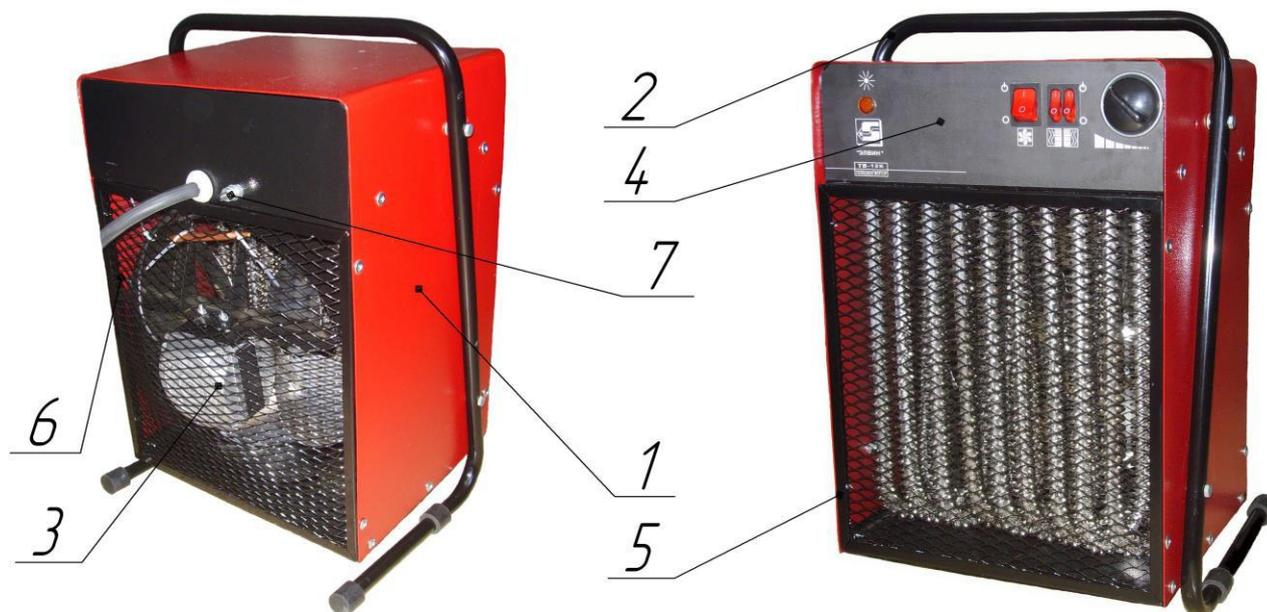

Рис.1. Тепловентилятор
5.1. Несущая конструкция тепловентилятора (см.рис.1) состоит из корпуса (1) и ручки – ножки (2). Двигатель с вентилятором (3) расположен в задней части тепловентилятора. Блок управления смонтирован на основании, расположенном в корпусе. Органы управления вынесены на панель управления (4). Внутри корпуса расположены оребрѐнные трубчатые электронагревательные элементы, закрытые с лицевой стороны тепловентилятора рамкой с сеткой. На задней панели находится вывод шнура питания и болт заземления (7).
5.3. Электрическая схема тепловентилятора приведена на рис.1, 2 Приложения.
**В целях безопасности тепловентилятор должен быть заземлен гибким проводником сечением не менее 2,5мм2, надёжно закрепленным гайкой между плоскими шайбами на болте заземления (7) (см. рис.1).**